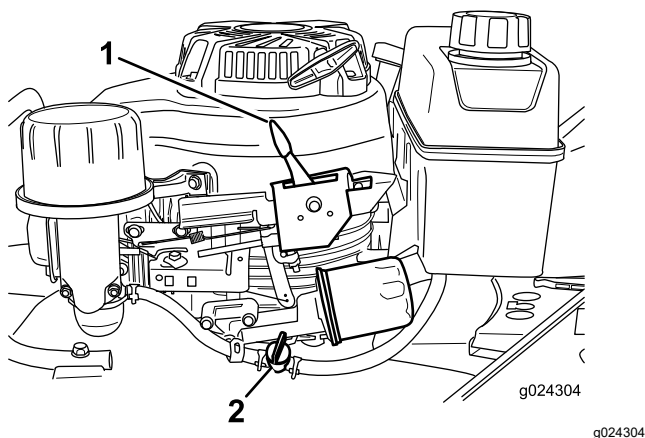

Figure 16
2. Ouvrez le robinet d'arrivée de carburant en déplaçant le levier vers la **droite** (Figure 16).
Remarque: Fermez le robinet de carburant en tournant le levier (Figure 16) vers la **gauche** si vous ne prévoyez pas de démarrer le moteur tout de suite après.